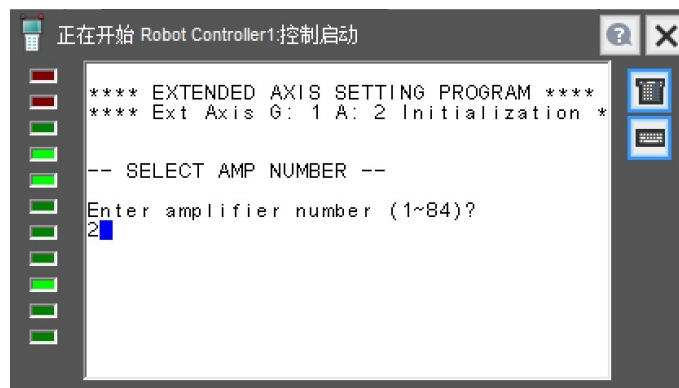

图 4.1.21
21) 在图 4.1.21 中选择伺服放大器号，导轨电机是独立伺服放大器，输入 2，点击 ENTER 键确认。（现场根据导轨和第几个放大器相连选择）